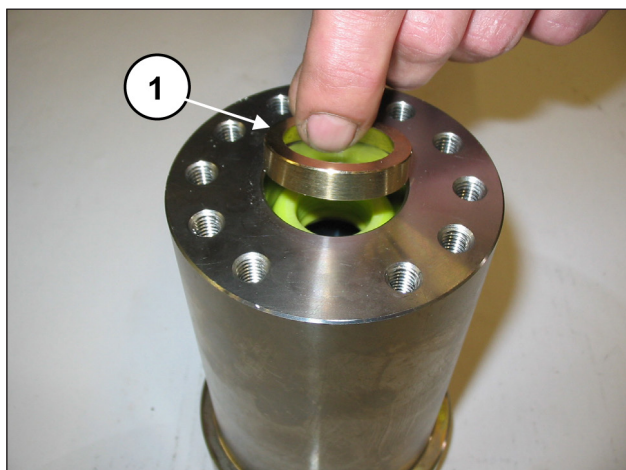
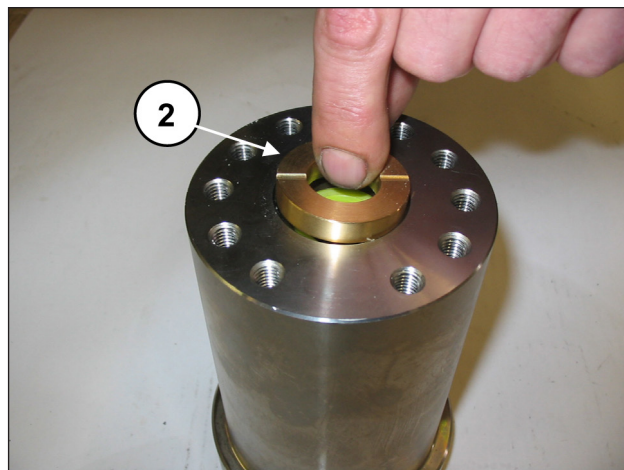
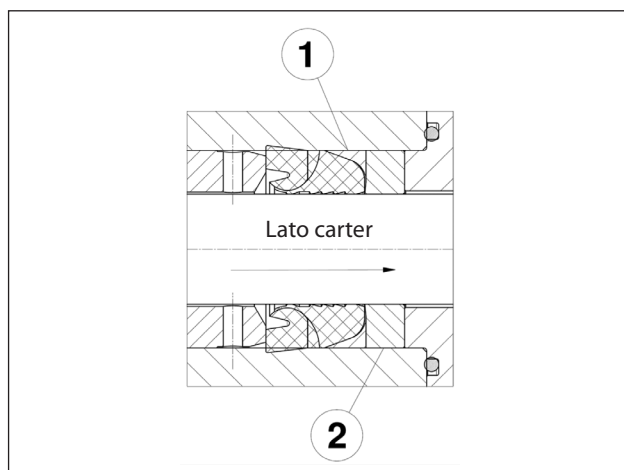

Fig. 136
Fig. 137
Fig. 138
Introdurre l'anello antiestrusore e la bussola guarnizioni (pos. ① e ②, Fig. 136, Fig. 137 e Fig. 138).
La bussola guarnizioni ② deve essere introdotta nella camicia con i due scarichi rivolti verso l'esterno (lato carter) come indicato in Fig. 137.